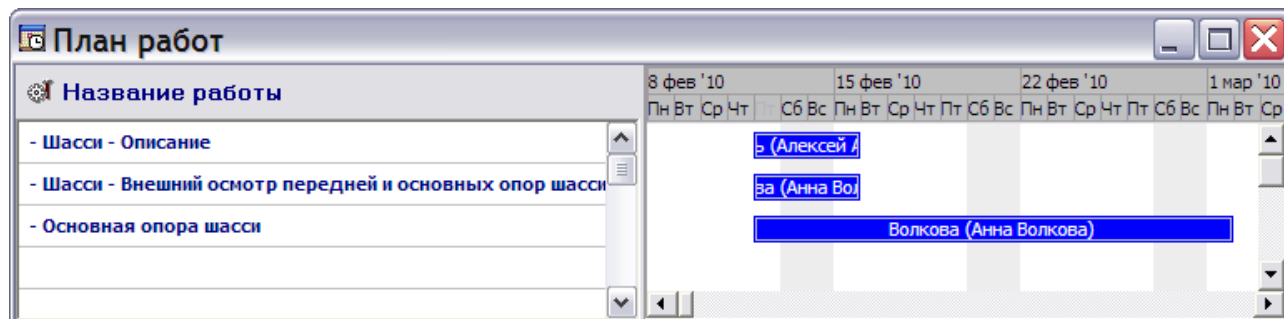
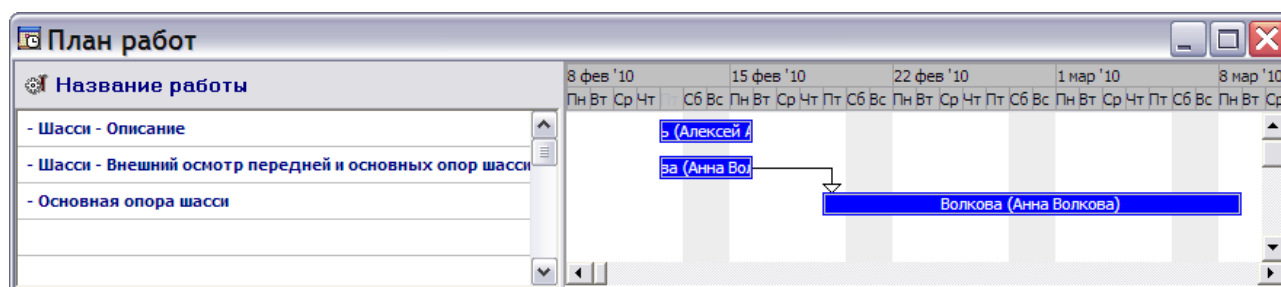

Рис. 2.92
Рис. 2.93
инструмент **Планирование работ** , который находится на инструментальной панели в верхней части диалогового окна **Структура раздела**. При выборе данного инструмента появится окно **План работ** (Рис. 2.92).
2. Примеры, показанные на Рис. 2.92 и Рис. 2.93, не относятся к примеру, рассматриваемому во второй главе.
В процессе передвижения указателя мыши появится линия, соединяющая задачу и указатель. Эта линия после создания связи превратится в стрелку (Рис. 2.93)